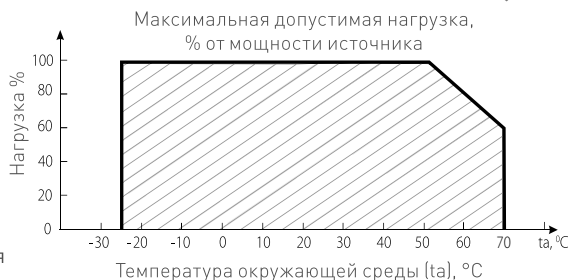

Рис. 2
➤ Температура окружающего воздуха от -25 до +50 °С (см. Рис. 2, график зависимости максимально допустимой нагрузки от температуры окружающей среды);
- 4.4. Не нагружайте источник питания более 80% от его максимальной мощности. Учитывайте, что с повышением температуры окружающей среды, максимальная мощность источника питания снижается, см. график зависимости максимально допустимой нагрузки от температуры окружающей среды на Рис. 2.